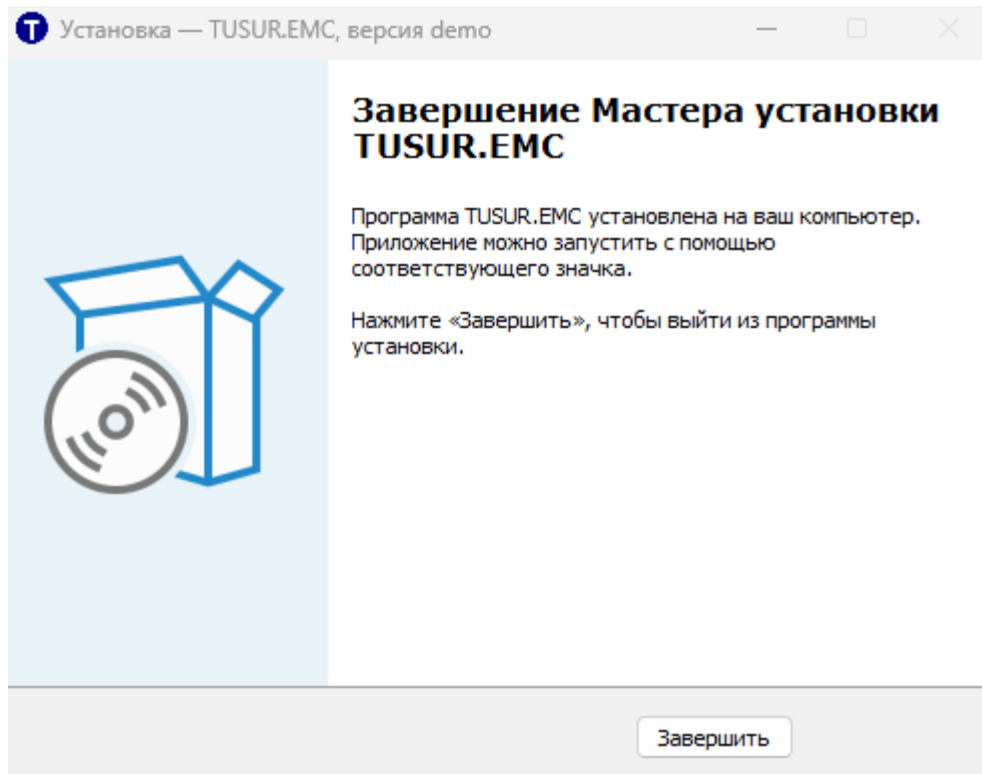

Рисунок 1.5 – Окно завершения установки в мастере установки ПО
5. Необходимо дождаться установки ПО на компьютер. После завершения установки необходимо нажать кнопку «Завершить». ПО готово к эксплуатации (рисунок 1.5).